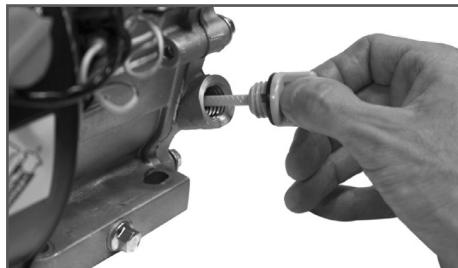

Рис. 3 Проверка уровня масла
- Открутите крышку-щуп маслозаливной горловины (Рис. 3).